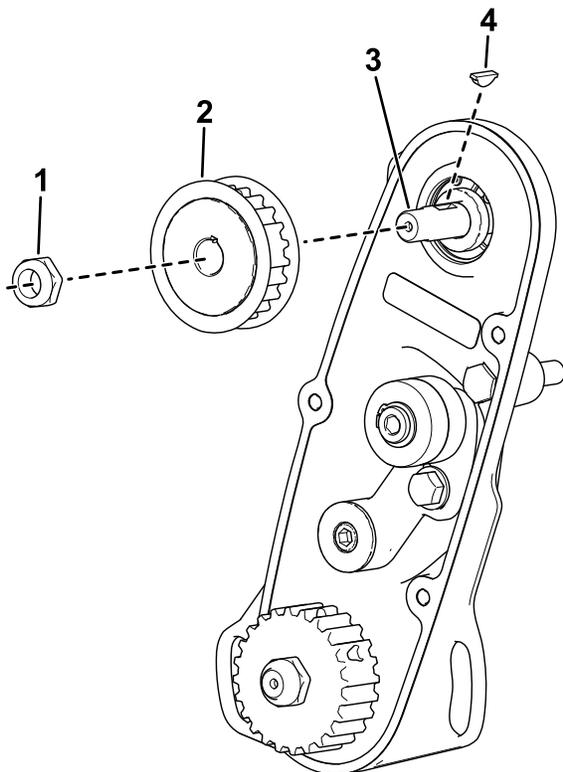

Figure 6
- Placez la clé dans la rainure de l'arbre d'entraînement (Figure 6).
- Installez la poulie (Figure 6).
- Utilisez l'écrou pour fixer le nouvel arbre d'entraînement du cylindre à l'ensemble (Figure 6).